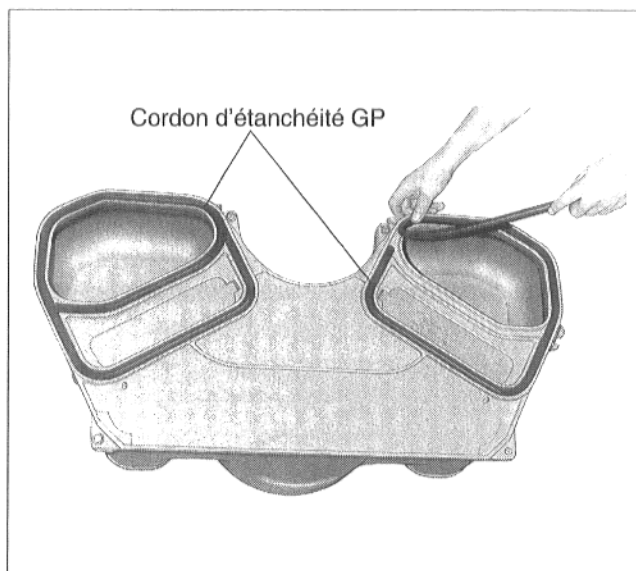

Fig. 21
- Placer le cordon d'étanchéité GP dans les gorges d'étanchéité de la boîte à fumées comme indiqué Fig. 21.